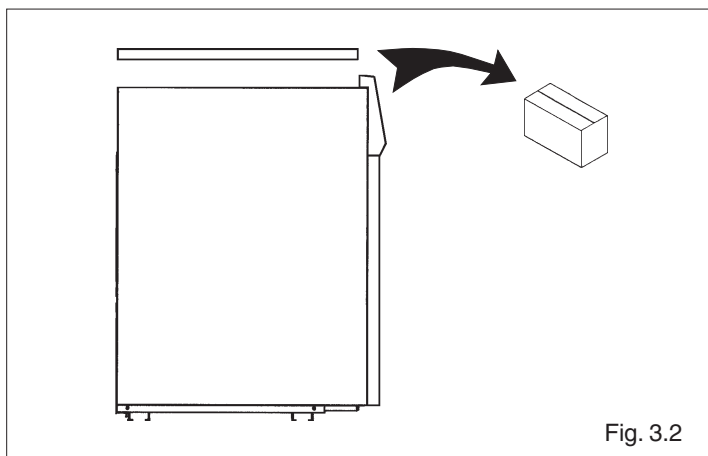

Fig. 3.2
- togliere il pannello superiore della mantellatura (fig. 3.2)